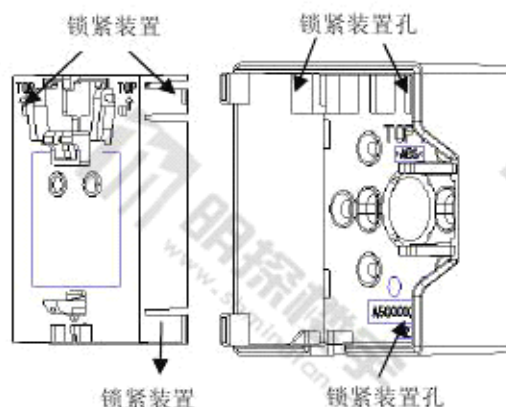

图5 电子部件安装
1. 将电子部件插入外壳内时应当使“TOP”字样朝上, 参看图5, 先将电子部件右侧的锁紧装置插入外壳右侧的锁紧装置孔, 再轻轻按压电子部件上部, 直到锁紧装置入位为止。当您需取出电子部件时, 请用双手拇指按住电子部件上端的锁紧装置, 使其脱离外壳的锁紧装置孔, 即可将面板取出。